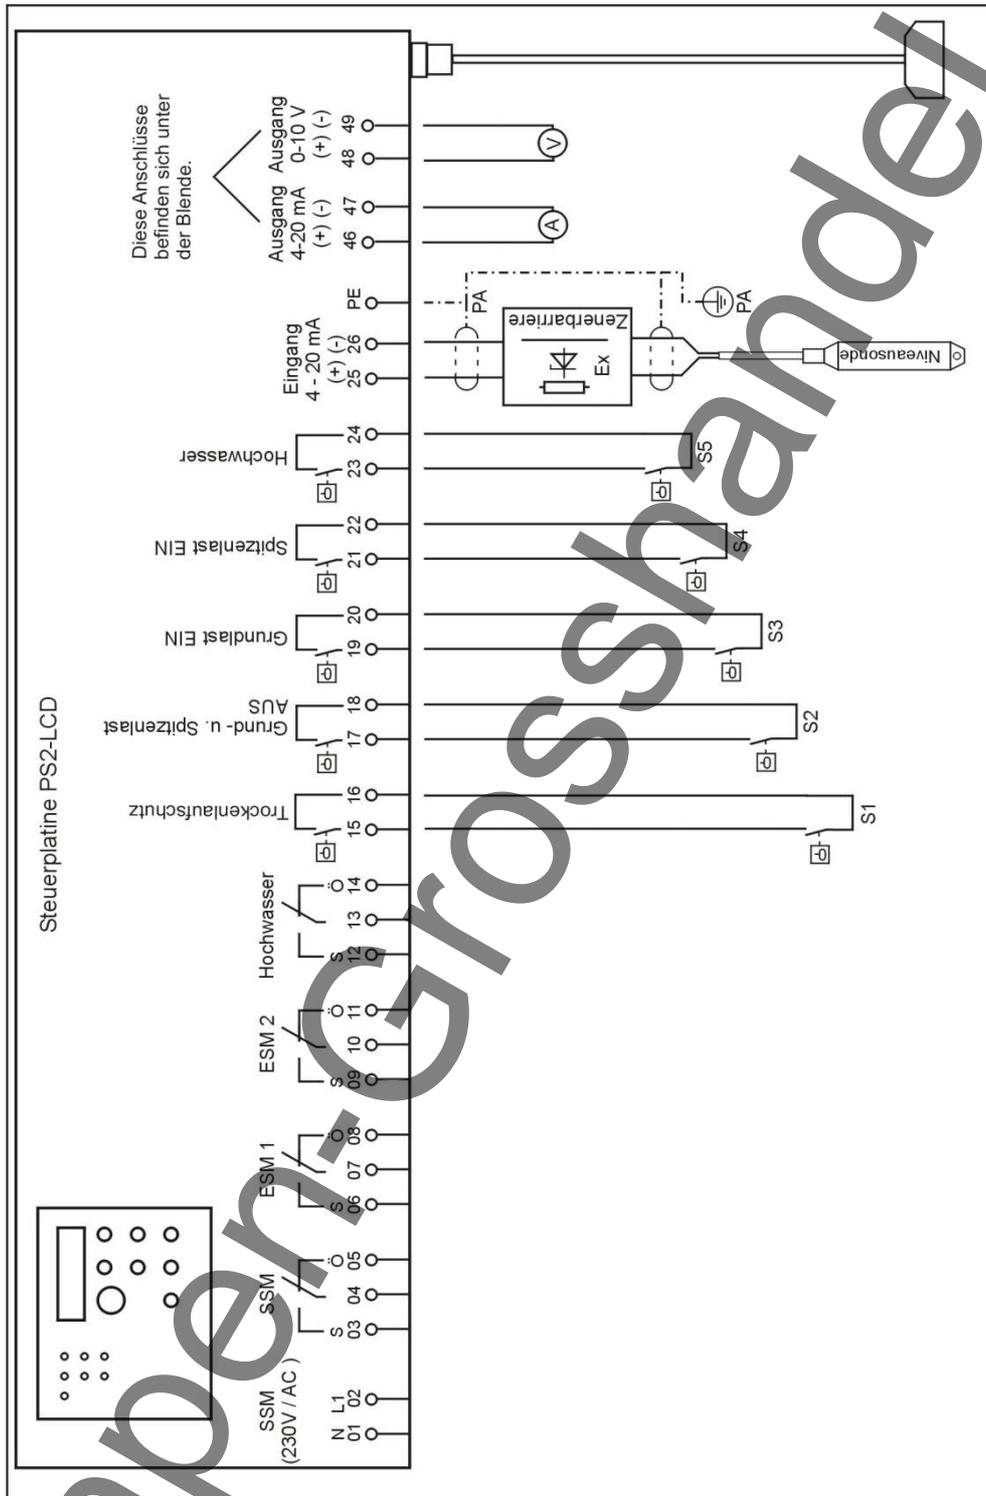

Bild 2
6.4 - 7 Elektrischer Anschluss der Störmeldegänge und der Signaleingänge (Bild 2 Anhang)